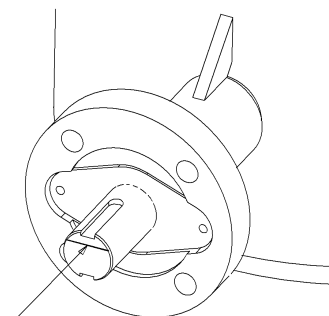

Рис. 7: Маркировочный паз.
- При помощи штурвала ручного редуктора установите затвор в закрытое положение так, чтобы диск находился соосно с уплотнением. Правильное положение диска контролируется измерением расстояния X от торца затвора до поверхности диска. (Рис. 6). Расстояние должно быть одинаковым на обеих кромках диска. Приблизительное положение диска можно определить по маркировочному пазу на торце штока. (Рис. 7). Диск расположен в одном направлении с маркировочным пазом.